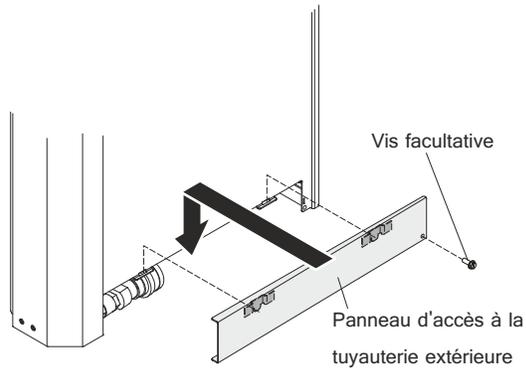

Figure 61. Installation du panneau d'accès à la tuyauterie extérieure
- c. (Facultatif) Fixez le panneau d'accès à la tuyauterie extérieure à l'échangeur de chaleur à l'aide d'une vis M4 (voir figure 61).